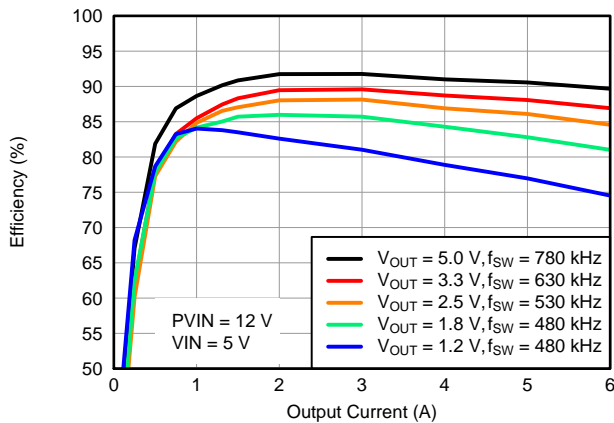
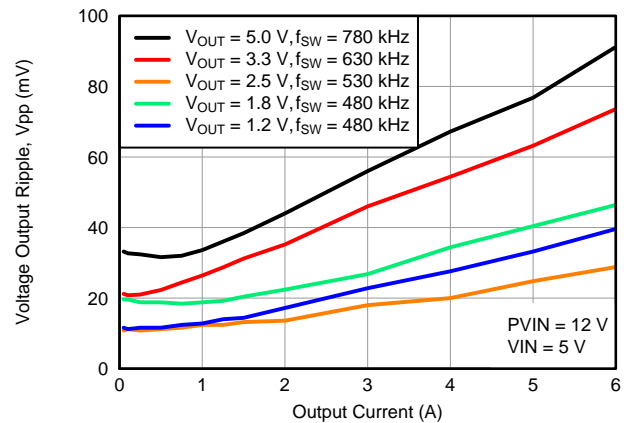
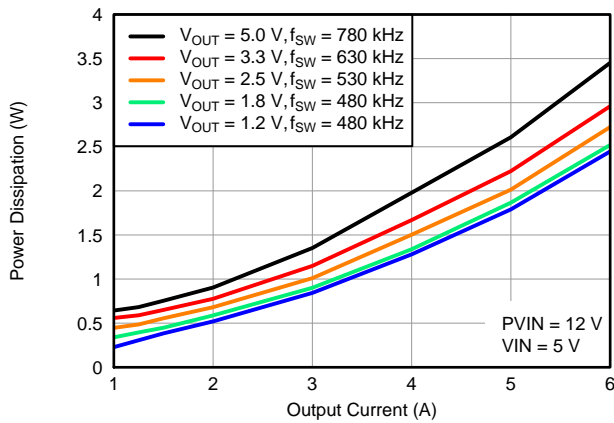

Abbildung 11. Wirkungsgrad/ Ausgangsstrom
Abbildung 12. Spannungswelligkeit/ Ausgangsstrom
Abbildung 13. Wärmeableitung/ Ausgangsstrom
- (1) Die elektrischen Eigenschaftsdaten wurden anhand von bei 25 °C tatsächlich getesteten Produkten entwickelt. Diese Daten gelten für den Wandler als typisch. Gilt für Abbildung 11, Abbildung 12 und Abbildung 13.